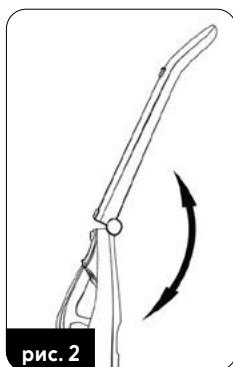

рис. 2
- Разложите блок держателя (2) и зафиксируйте его в выдвинутом положении (рис. 2). Складывание держателя возможно после нажатия кнопки (3).